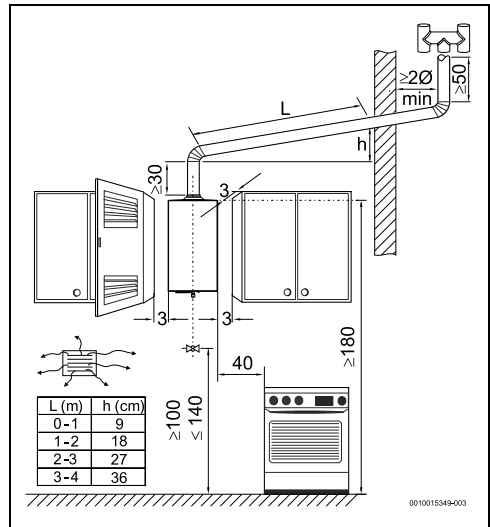

Fig. 12 Distâncias mínimas (cm)
- ▶ Respeitar as medidas mínimas de instalação indicadas na Fig. 12.
- ▶ Assegurar o bom acesso nos trabalhos de manutenção, respeitando as distâncias mínimas indicadas na Fig. 12.